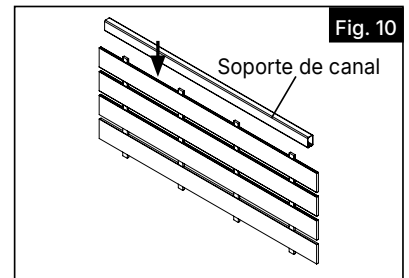

Fig. 10
- f. Fije el soporte del canal a la parte superior del panel decorativo (Fig. 10).